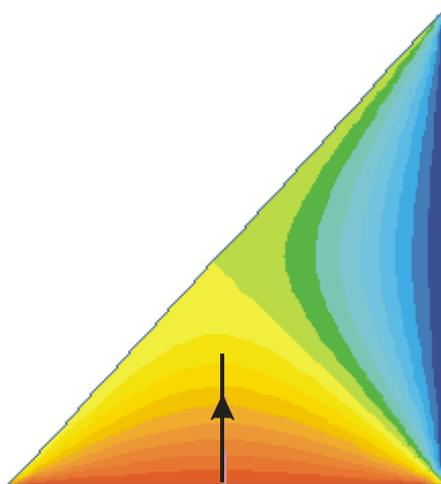

Рис. 3.7. Линейный контур на картине поля
На рис. 3.7. изображено температурное поле с линейный контур. Вдоль линии контура значение температуры уменьшается. Совокупность значений температуры лежащее под линией контура ELCUT может обрабатывать отдельно от других, например, построить график изменения температуры в осях длина – температура.
6. Нарисовать контур, показанный на рис. 3.7.
10. Открыть новое окно с полем температуры и нарисовать контур аналогичный показанному на рис. 3.7, но направленный в противоположном направлении. Построить график и таблицу значений.